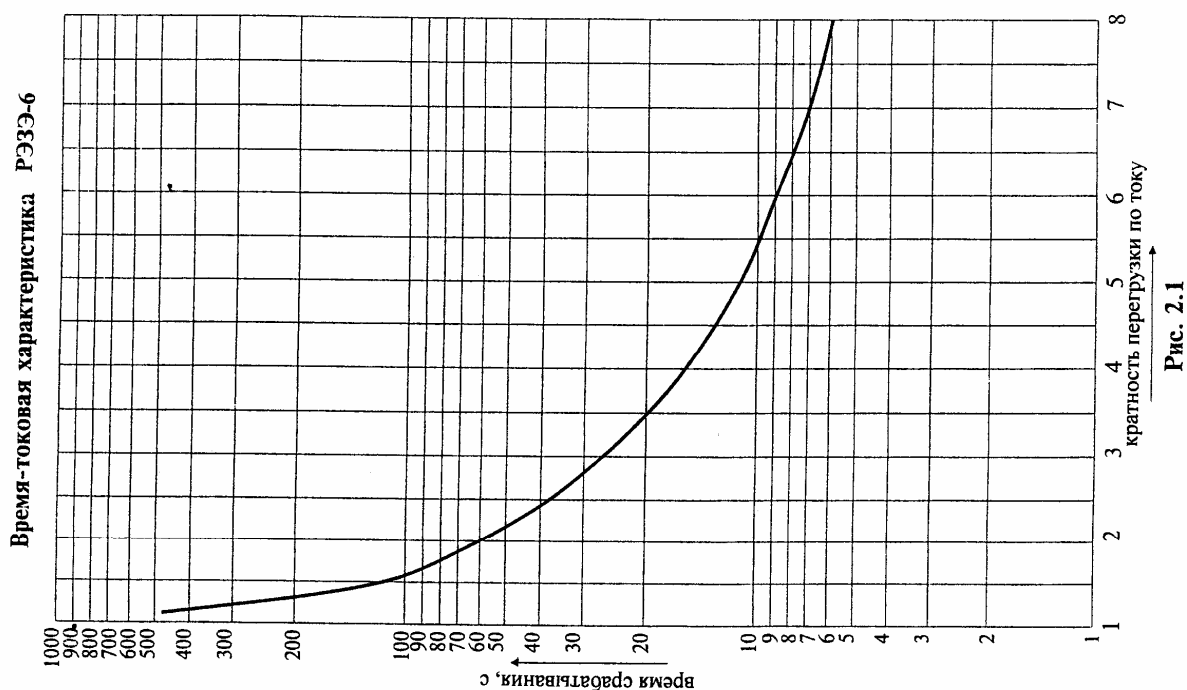

Рис. 2.1
- при перегрузке двигателя по току	регулируется автоматически по защитной характеристике реле* (рис. 2.1);